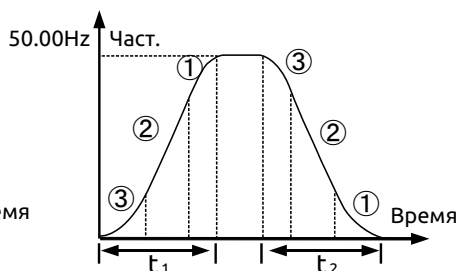

Рис. 7-2 S-образный профиль разгона/торможения
**1: S-образный профиль.** Выходная частота увеличивается или уменьшается по S-образной кривой (см. Рис. 7-2).
На Рис. 7-2 ③ обозначает участок кривой разгона в начале S-образного профиля, где уклон кривой выходной частоты плавно нарастает от нуля.
На Рис. 7-2 ② обозначает линейный участок S-образного профиля, где уклон кривой выходной частоты постоянен.
На Рис. 7-2 ① обозначает участок кривой торможения в конце S-образного профиля, где уклон кривой выходной частоты плавно снижается до нуля.